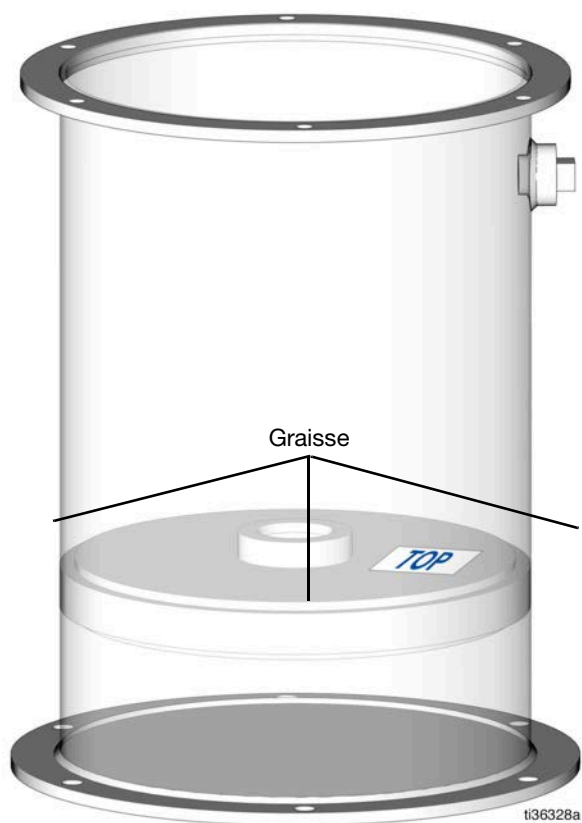

FIG. 12
5. Lors d'une nouvelle installation, le joint torique central du plateau suiveur et les parois du réservoir doivent être graissés pour faciliter le mouvement du plateau suiveur (Fig. 12).
- Placez le plateau suiveur à l'intérieur du réservoir en vous assurant que la partie supérieure (mention « top » [haut]) soit face vers le haut (FIG. 12).